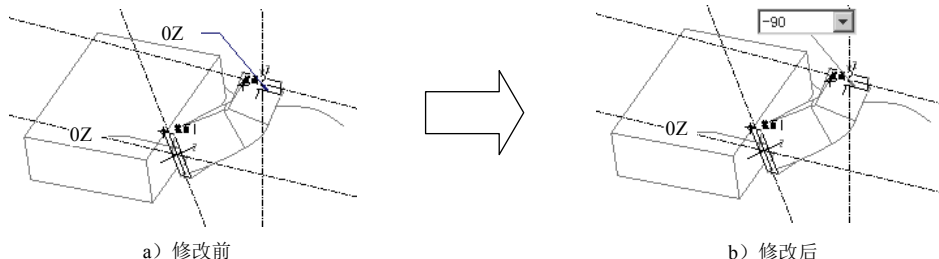

图 8.8.11 编辑特征
(1) 在模型树中选择 **扫描混合 1**，右击，从弹出的快捷菜单中选择 **编辑** 命令。
(2) 在图 8.8.11 a 所示的图形中双击 0Z，然后将该值改为 -90 (图 8.8.11b)。
(3) 单击“再生”按钮 ，对模型进行再生。